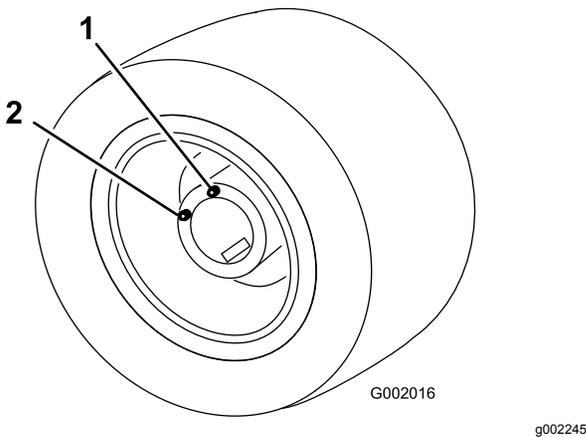

Figure 78
- Conduisez lentement le véhicule jusqu'à ce que la roue soit positionnée pour le remplissage (Figure 78).